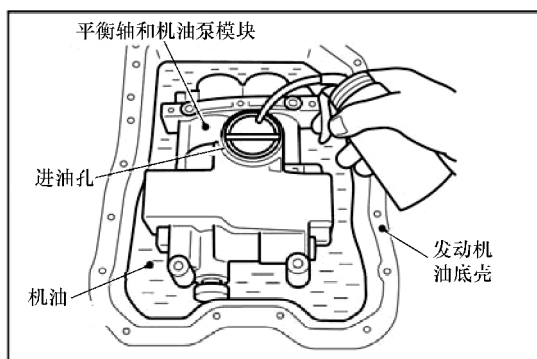
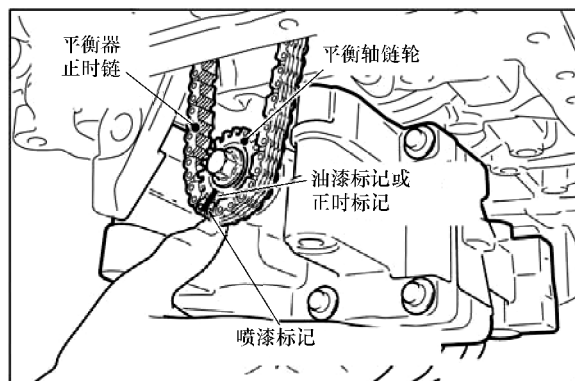

图 9-16 润滑新的平衡轴和机油泵模块
图 9-17 对齐平衡轴正时标记
① 清洁拆下的发动机油底壳的内侧,然后将平衡轴和机油泵模块放入发动机油底壳中,并使其进油孔朝上,如图 9-16所示。
② 倒入新的机油,直至平衡轴和机油泵模块的 2/3 浸入其中。
③ 从进油孔将机油注入平衡轴和机油泵模块中。
④ 顺时针转动平衡轴和机油泵模块的平衡轴链轮不少于 4 圈,从而将机油涂抹到机油泵和平衡轴轴承的所有表面上。
3) 为了避免平衡器正时链发生跳齿,使平衡轴链轮的油漆标记(新的平衡轴和机油泵模块的正时标记)与平衡器正时链的油漆标记对齐,将平衡轴链轮安装到平衡器正时链上,如图 9-17 所示。